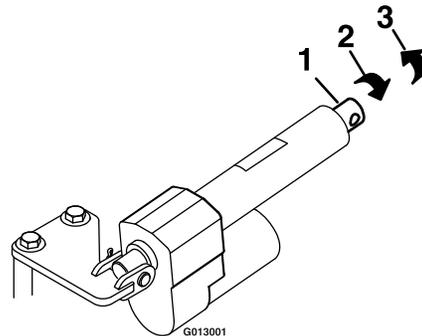

Figure 10
8. Si le trou de l'actionneur n'est pas aligné sur le trou de la plaque latérale, tournez l'extrémité de l'actionneur dans le sens horaire ou antihoraire jusqu'à ce qu'il soit aligné, comme montré à la Figure 10.